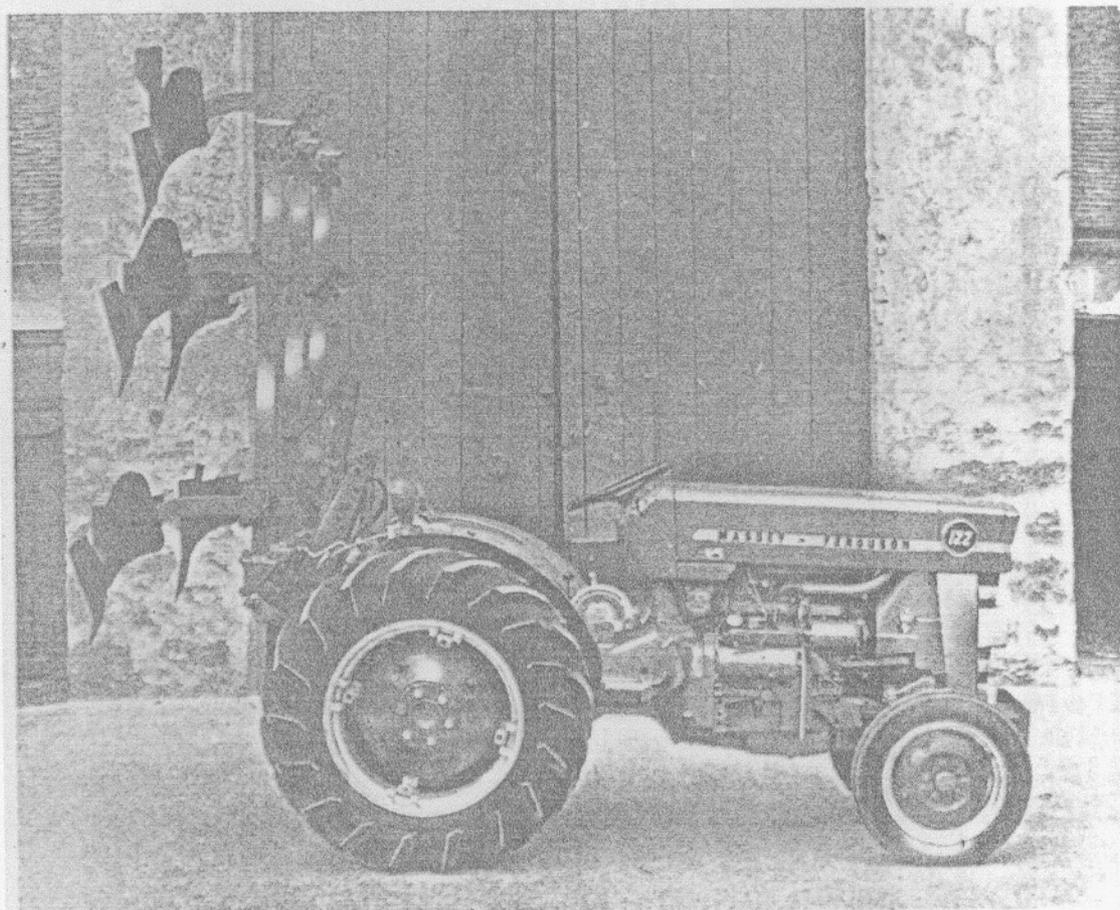

Fig. 68
- Tirée vers l'AR : relevage vertical de la charrue (fig. 68).